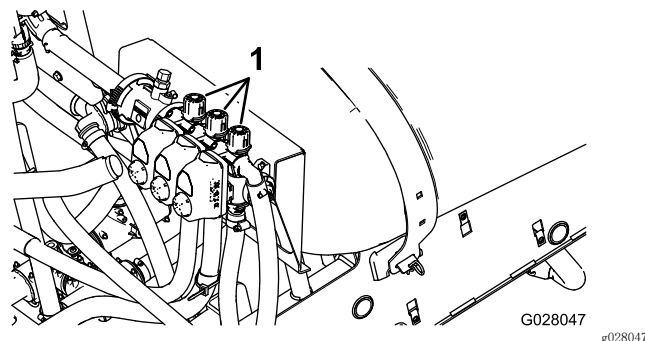

图 22
2. 关闭左喷洒臂段并调节喷洒臂段旁通旋钮（图 22），直至压力读数达到先前的调节水平（通常为 2.75bar 或 40 psi）。
4. 调节右喷洒臂段旁通旋钮（图 22），直至压力读数达到先前的调节水平（通常为 2.75bar 或 40 psi）。
6. 调节中间喷洒臂段旁通旋钮（图 22），直至压力读数达到先前的调节水平（通常为 2.75bar 或 40 psi）。